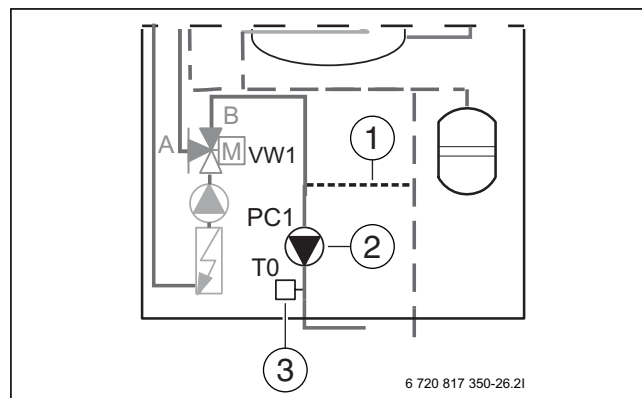

Bild 13
Om knäppningar i värmesystemet finns sedan tidigare eller uppstår efter installation av värmepumpen kan en bypass-ledning installeras (→ Bild 13). Knäppningarna uppstår vid hastiga temperaturväxlingar på värmesystemet som får rören att bli längre/kortare. Bypass-kitet är ett tillbehör. I leveransen av bypass-kitet ingår även en yttre cirkulationspump (G1) som ställs in i reglercentralen.
- ▶ Flytta framledningsgivaren (→ [3] bild 13) så att den hamnar ett stycke efter bypass-ledningen.